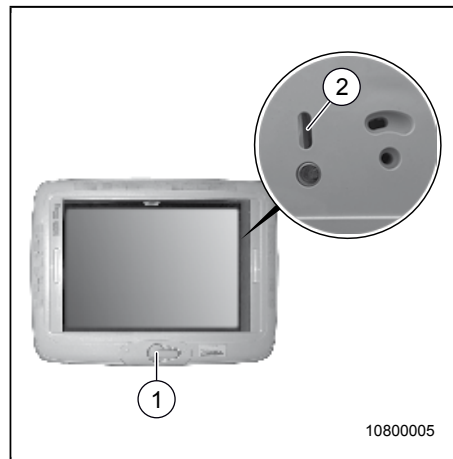

Fig. 13 Takfönster med vev
1. Fäll ut veven (Fig. 13, pos. 1) ur urtaget.
2. Vrid veven (Fig. 13, pos. 1) i den riktning som anges på handtaget, för att lyfta/luta takfönstret till önskat läge.
3. Fäll in veven (Fig. 13, pos. 1) i urtaget.
2. Vrid veven (Fig. 13, pos. 1) enligt markeringen på veven till dess att takfönstret är helt stängt.
3. För att låsa takfönstret helt, vrid veven (Fig. 13, pos. 1) tills det röda strecket är synligt i hålet (Fig. 13, pos. 2).
5. Fäll in veven (Fig. 13, pos. 1) i urtaget.